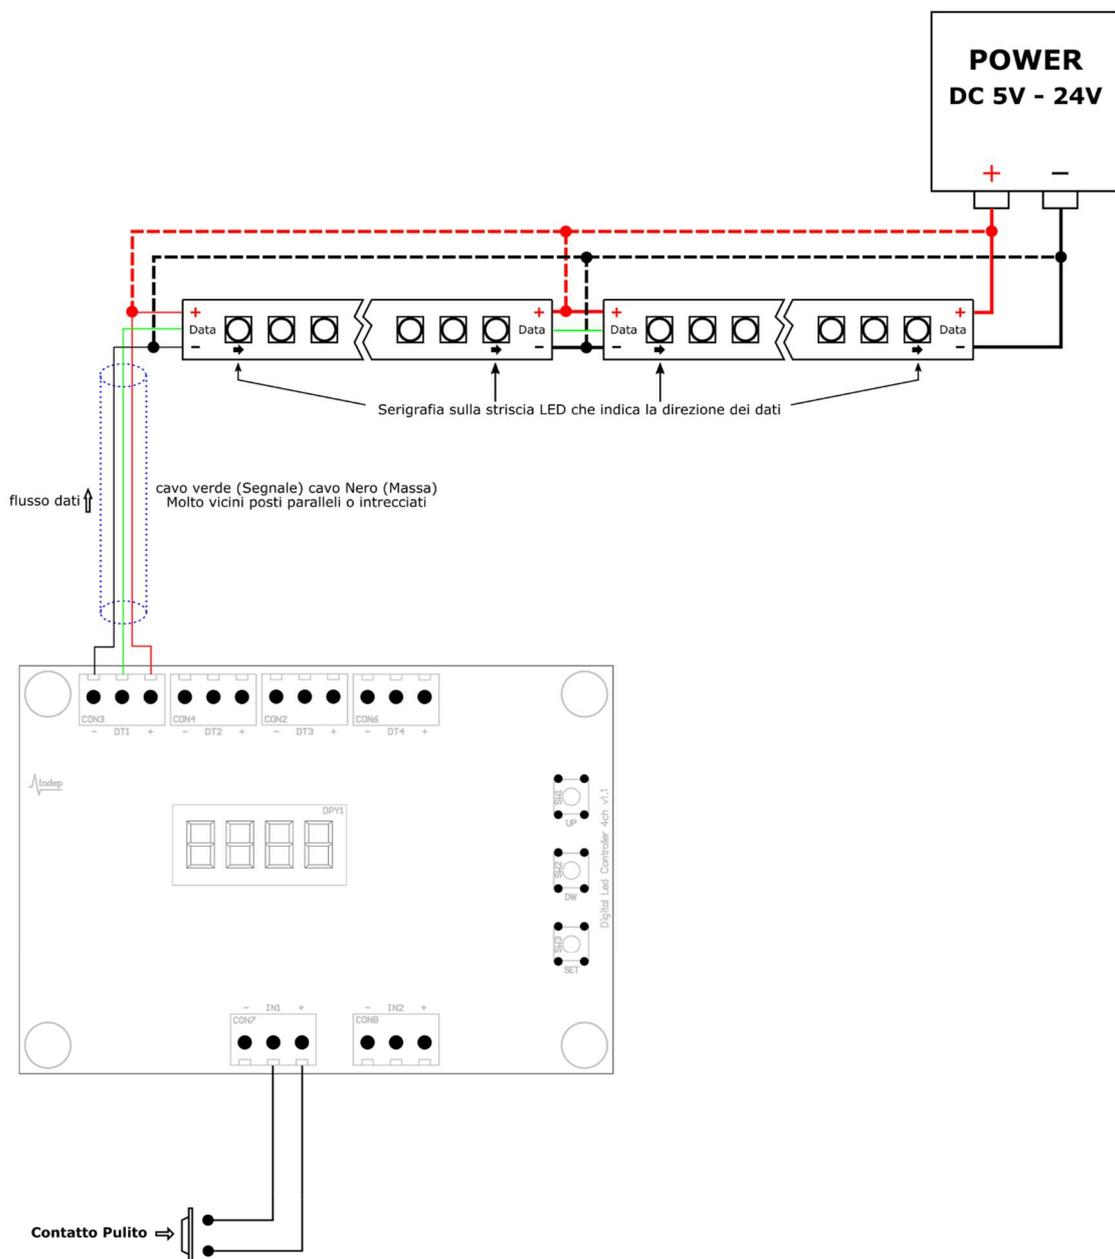

Figura 2. Configurazione generale.
Di seguito in Figura 2 viene presentato un allestimento generale (con singola striscia su singolo canale).
- Per strisce led particolarmente lunghe potrebbe essere utile fornire alimentazione alla striscia led in più punti onde prevenire eccessive cadute di tensione lungo la medesima. In Figura 2 si può notare come l'alimentazione alla striscia led, fornita sul lato destro, possa essere rinforzata su altri punti (linea tratteggiata). Come consiglio generale si può pensare di alimentare la striscia led solo da un lato per i primi 5-10 metri mentre per lunghezze maggiori è fortemente consigliato alimentarla su più punti intermedi.